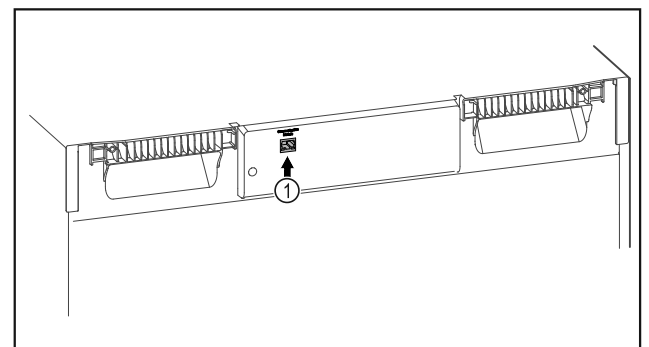

Fig. 105
- SmartModule Fig. 105 (1) ist eingesetzt.